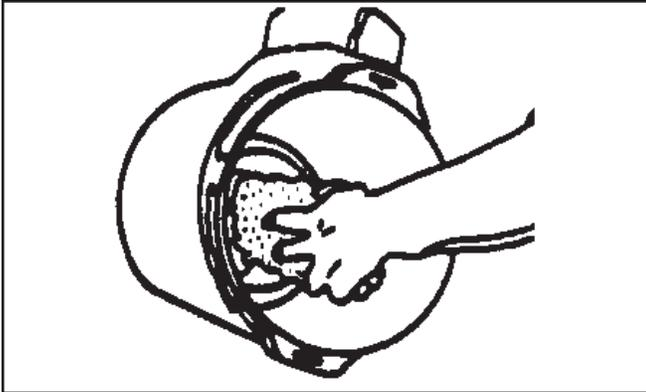

Figure 6 - Nettoyage du boîtier
4. Nettoyer la surface intérieure du boîtier. Cela évitera que de la poussière diminue l'efficacité de l'élément filtrant. Voir Figures 6 et 7.